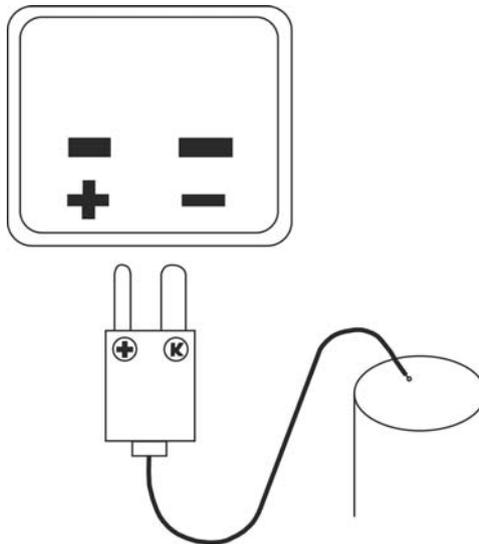

Fig. 5: Inserimento sonda tipo K sullo strumento
1. Aprire il coperchio di protezione del terminale di ingresso (vedere Fig. 1 – parte 8) e inserire la sonda di tipo K rispettando le polarità indicate (vedere Fig. 5)